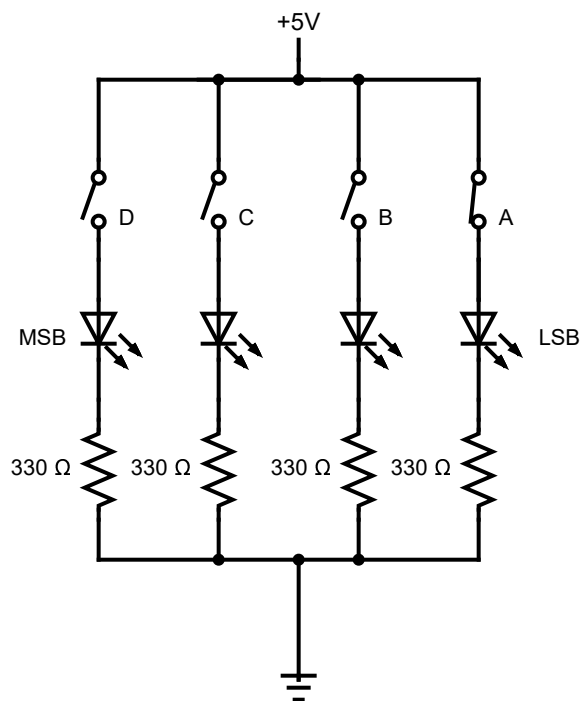
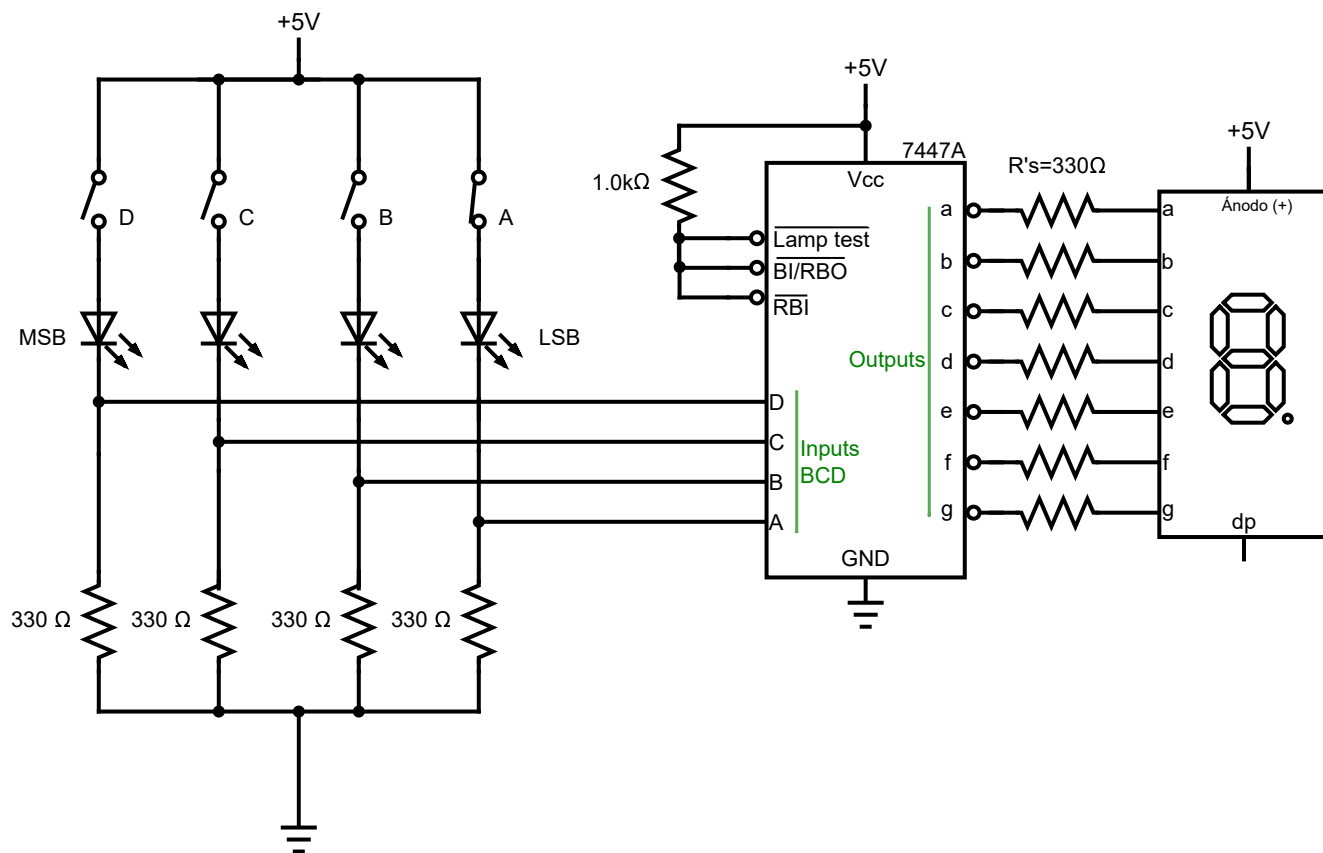

Figura 1: Circuito de prueba de LED con switches.
Figura 2: Circuito conversor Binario a BCD.
1. Monte en su Protoboard el circuito de la Figura 1. Para comprobar el correcto funcionamiento del circuito se utilizarán diodos LEDs. Estos LEDs representan los valores binarios introducidos al circuito.
2. Una vez testeadas todas las combinaciones posibles, desconecte la alimentación del circuito y extienda el circuito de la Figura 1 al de la Figura 2. Revise las conexiones del CI 7447A mediante el datasheet entregado por el fabricante del componente [1]. Si tiene dudas de como conectar el display de 7 segmentos (D7S) consulte el datasheet del componente.
Tabla 1: Combinaciones de Entradas y salidas del circuito de la Figura 2
1. Complete la tabla Tabla 1 utilizando el circuito de la figura de la Figura 2. En la columna de salida, agregue un esquema con los segmentos observados para las distintas configuraciones de entrada. Si es necesario, agregue un comentario en la combinación probada. (1 punto)